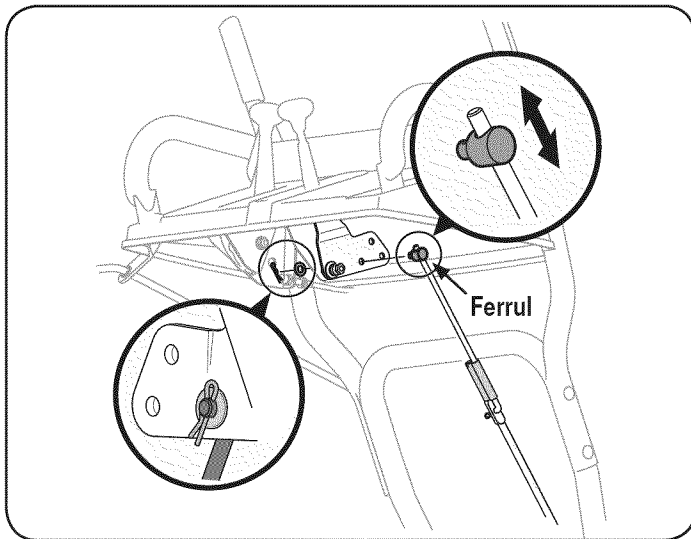

Figura 23
1. Mirando por debajo de la palanca del panel, nota que de los tres agujeros en la palanca del selector de velocidad de la virola se inserte. También tomamos nota de la dirección de inserción. A continuación, retire el perno interno Cotter y arandela plana de la virola y retirar la virola de la palanca del selector de velocidad. Vea la Figura 23.
2. Coloque la palanca del selector de velocidad en el sexto (6) posición o la velocidad de avance más rápido.
4. Si es necesario, girar la virola hacia arriba o hacia abajo el selector de velocidad de la vara hasta la virola alineada con el agujero de la que se haya eliminado anteriormente. Vea la Figura 23.